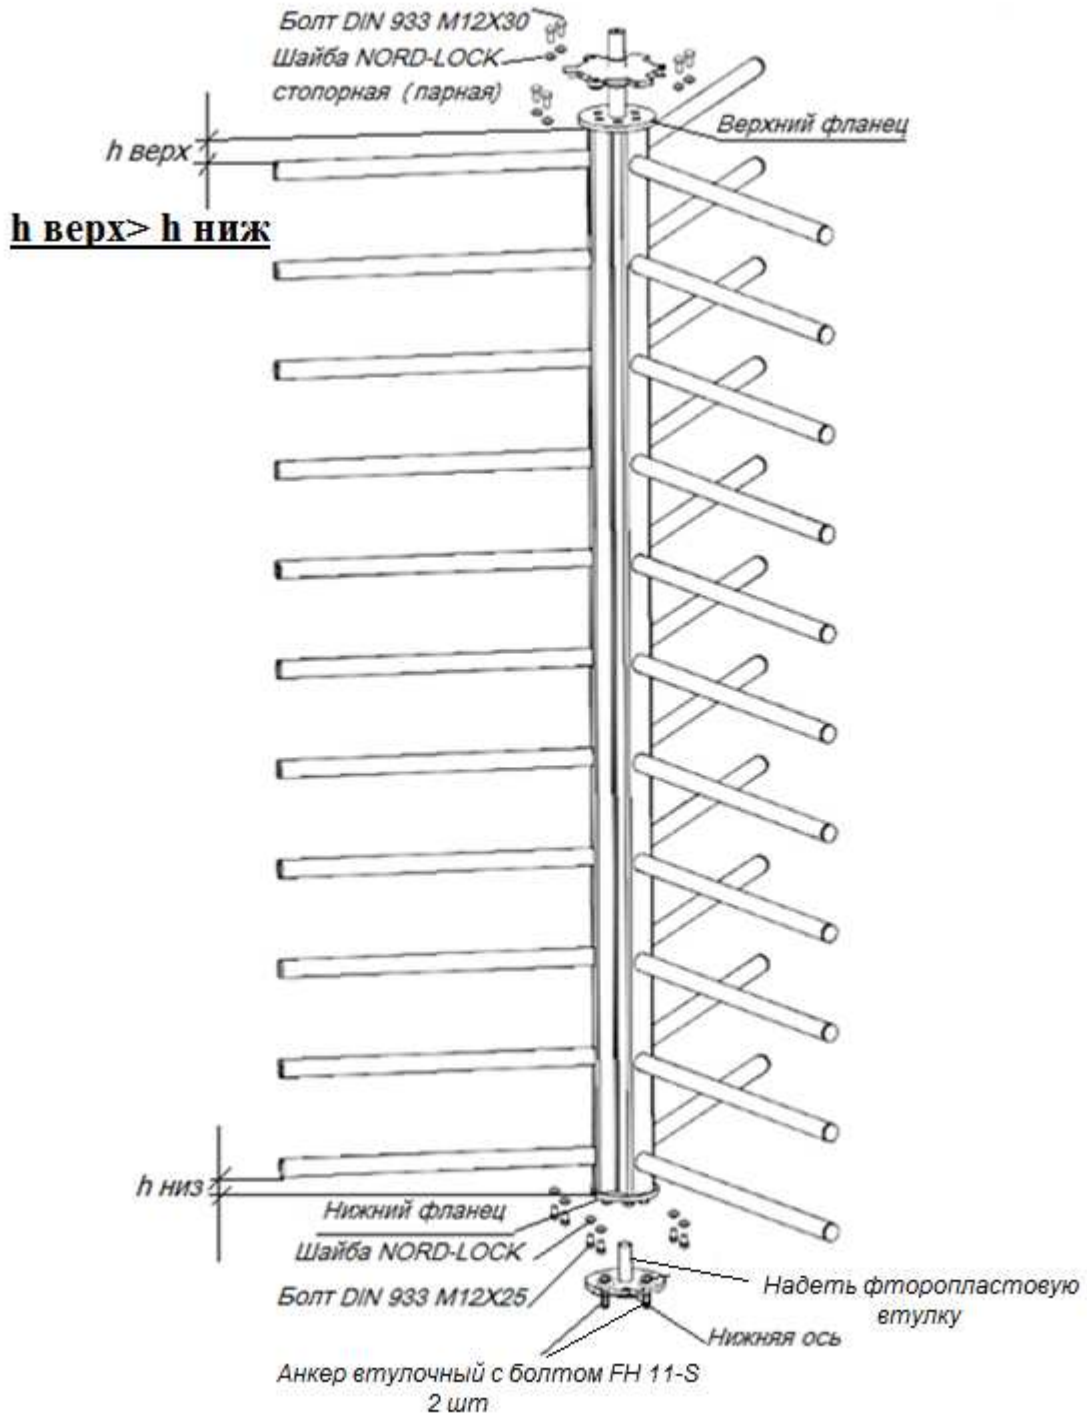

Рис. 10. Сборка роторной калитки.
4.2.11. Соберите подвижные элементы турникета (роторную калитку) соединив три секции роторной калитки с нижним фланцем с помощью болтов М12 рис. 10.